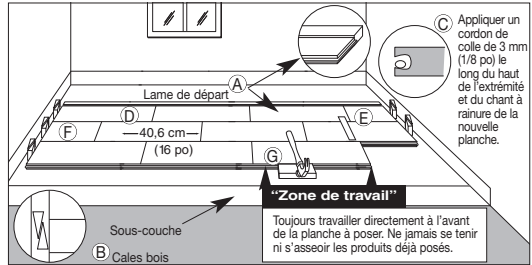

Figure 14
- Choisir la première planche. Toutes les installations doivent commencer avec le chant à rainure contre le mur et les plus longues planches à sa disposition. Appliquer un cordon continu de colle de 3 mm (1/8 po) le long du bas à l'intérieur de la rainure à l'extrémité de la planche. Ne pas apposer maintenant de colle sur le côté à rainure (Article C, Figure 14). Les produits avec languette d'extrémité à gauche doivent être installés de droite à gauche; dans le cas opposé, ils doivent être installés de gauche à droite (Article D, Figure 14). Si une planche d'essai est utilisée, NE PAS y coller la première rangée.